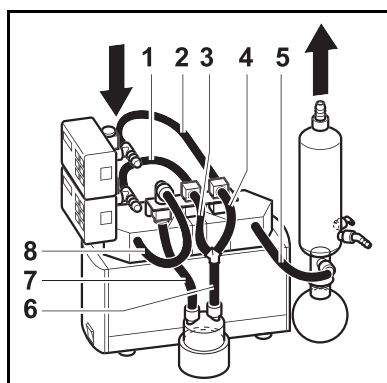

Abb. 18: Verschlauchung
8	Schläuche (siehe Abb. 18) ▪ Resistent gegenüber dem genutzten Medium ▪ Innendurchmesser 10 mm ▪ Längen: (1) ca. 320 mm, (2) ca. 260 mm, (3,4) ca. 120 mm, (5) ca. 220 mm, (6) ca. 135 mm, (7) ca. 175 mm, (8) ca. 350 mm
5. System verschlauchen (siehe Abb. 18).